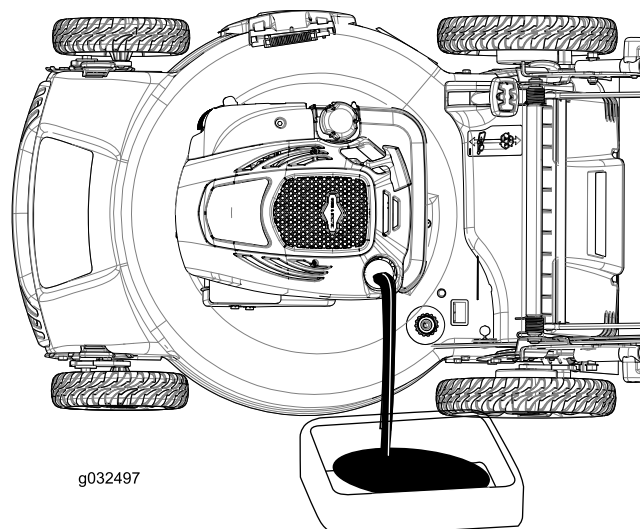
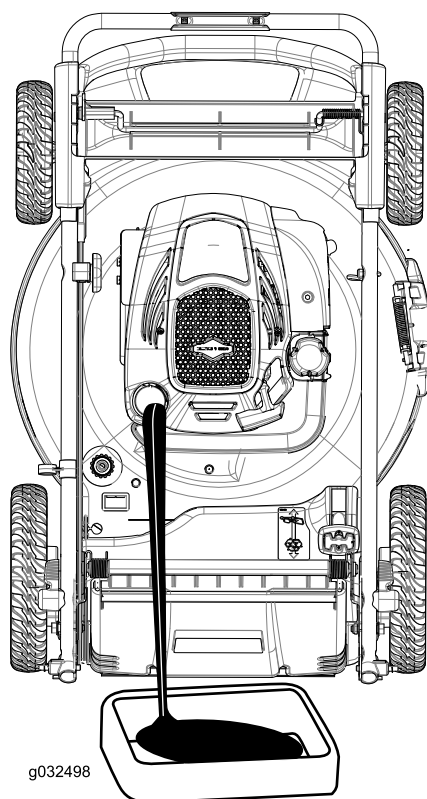

Figure 24
Figure 25
4. Basculez la machine sur le côté en plaçant la jauge en bas (Figure 24) ou levez la machine en position verticale de remisage (Figure 25; voir Remisage de la